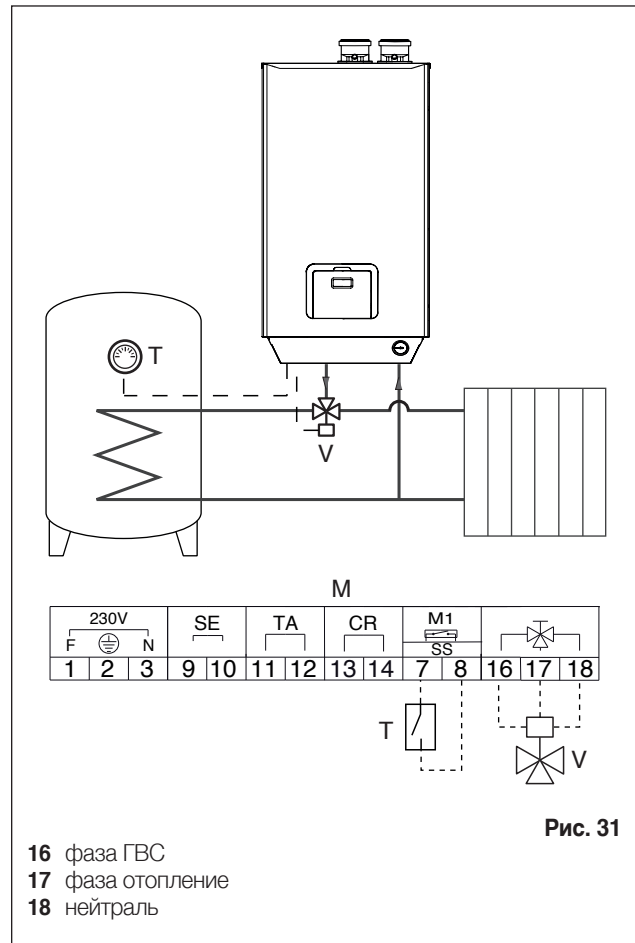

Рис. 31
- Смонтируйте гидравлический контур, как показано на Рис. 31
- Подключите провода трехходового клапана (V) к контактам 16, 17, 18 на клеммной колодке котла (M)
- Соедините контакты регулировочного термостата бойлера (T) к контактам 7 и 8 на клеммной колодке котла (M)